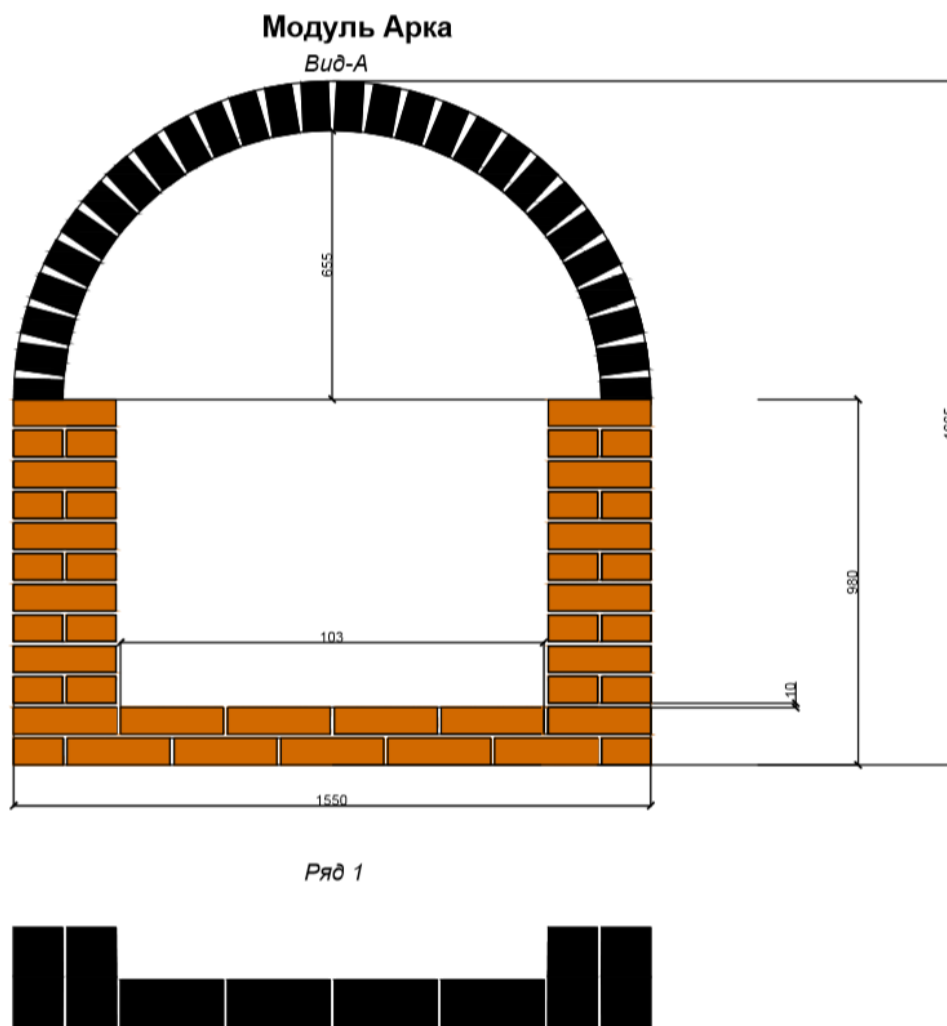

Рис.1 Схема производства работ по заданию №1.
**Задание №1:** Выполнить кирпичную кладку арки со столбами согласно прилагаемому чертежу (Рис.1).